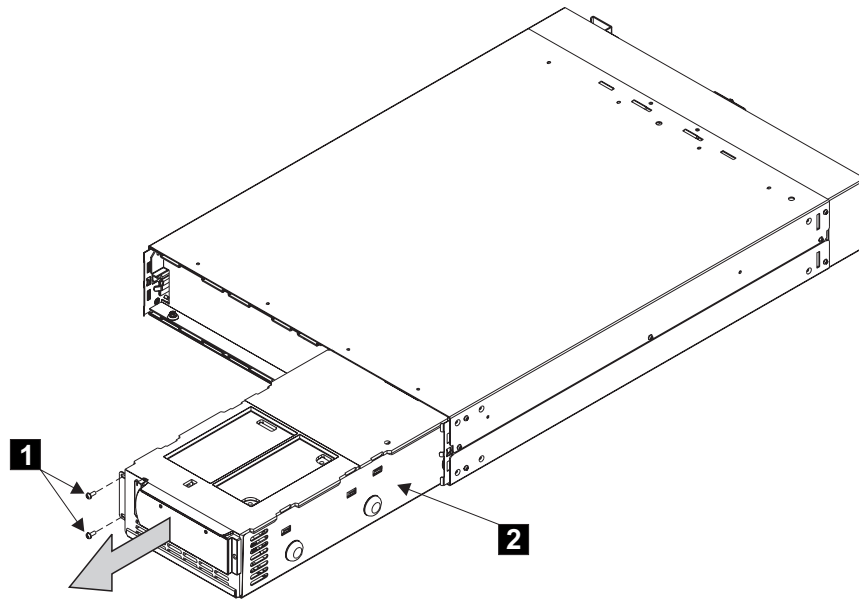

図 153. 2145 UPS からの電子装置の取り外し
4. 2 つのねじを外します。357 ページの図 153 の **1** を参照してください。